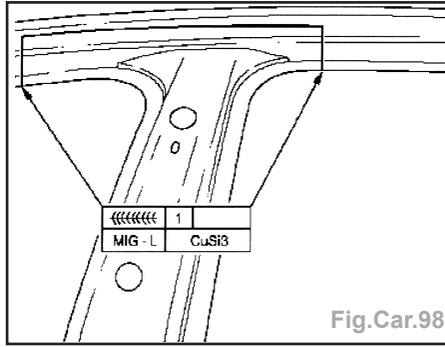

Fig.Car.98
- le montant B extérieur sup. (Fig.Car.98).